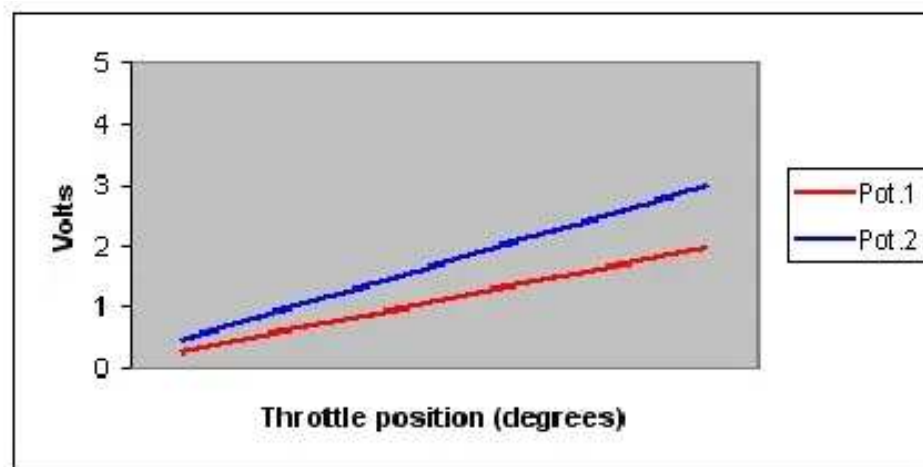

Figura 52.2
1. El potenciómetro 1 genera una señal de entre 0,3 y 4,8 voltios (pista roja en la *figura 52.2*) y el potenciómetro 2 genera una señal de entre 0,5 y 4,8 voltios (pista azul en la *figura 52.2*). Con una posición del pedal del acelerador a 45 grados, el potenciómetro 1 puede emitir una señal de 2 voltios y el potenciómetro 2 una señal de 3 voltios, a modo de ejemplo.